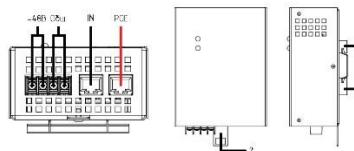

Рис.2
1. Зашепите устройство на DIN-рейку сверху, используя верхнюю часть крепления - рис.2 (1), после этого, опустив язычок вниз, - рис.2 (2), зафиксируйте устройство с помощью нижней части крепления на DIN-рейке - рис.2 (3).